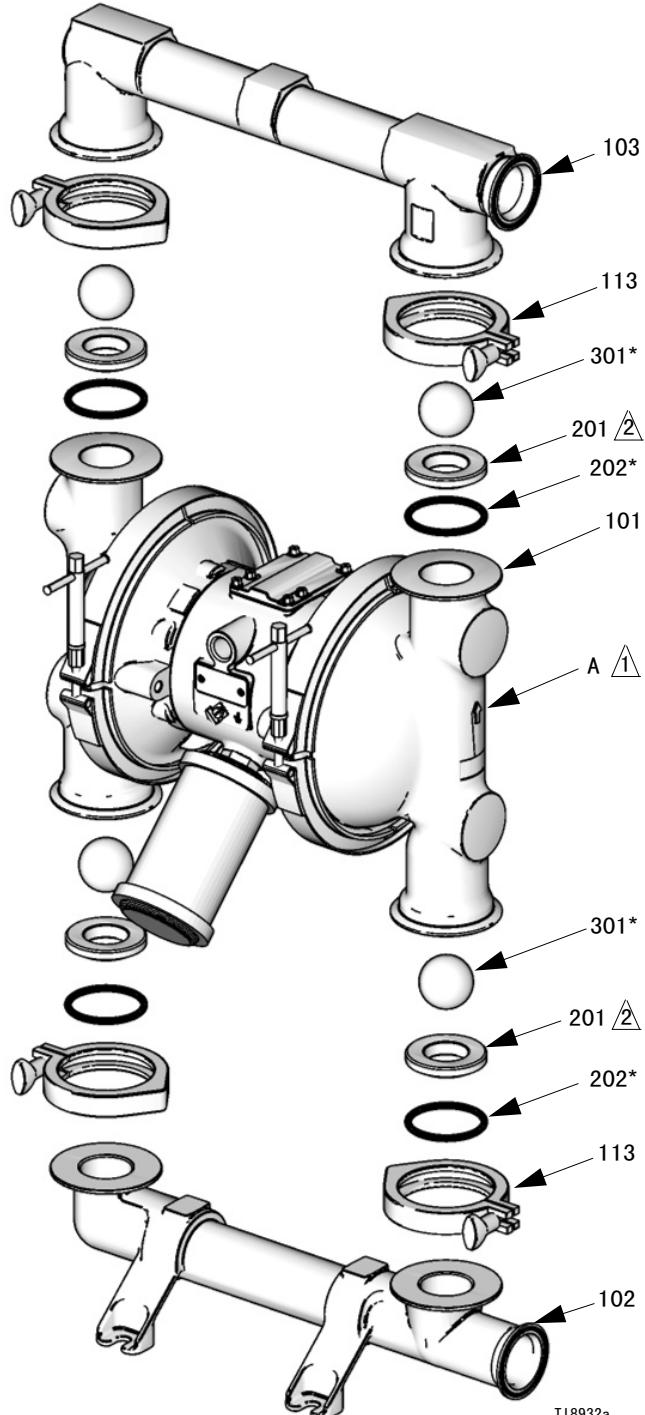

图 9
- 要确保阀球 (301) 配合正确，应始终在更换阀球的时候检查球座 (201)。如配合面已出现磨损痕迹，则应根据需要更换球座。还需根据需要更换 O 形圈 (202)。每次拆卸歧管时都应该更换 PTFE O 形圈。
3. 卸下固定与流体盖 (101) 连接的出口歧管 (103) 的管夹 (106)。见图 9。
4. 从歧管 (103) 上卸下 O 形圈 (202)、球座 (201) 和阀球 (301)。
5. 翻转泵体并卸下入口歧管 (102)。从流体盖 (101) 上卸下 O 形圈 (202)、球座 (201) 和阀球 (301)。
2. 按照图 9 的所有注释，以相反的顺序重新组装。应确保球止回球阀和歧管都完全按图示组装。流体盖 (101) 上的箭头 (A) 必须指向出口歧管 (103)。
- 1** 箭头 (A) 必须指向出口歧管 (103)。